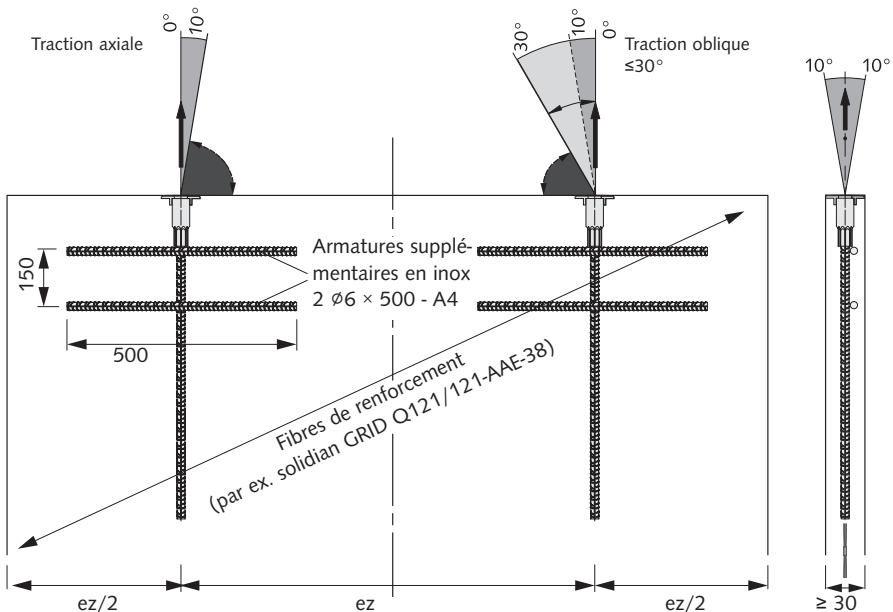

Fig. 1b: Armatures supplémentaires en inox et angles de levage autorisés.
3. Les 2 armatures supplémentaires en inox doivent être fixés à l'armature en fibres, avec par exemple des fils à ligaturer. Le premier à côté de la partie filetée de la douille, la deuxième à une distance de 15 cm (→ Fig 1b).
Le consignes pour traction oblique Figs 1b, 2 et 3 sont obligatoires !